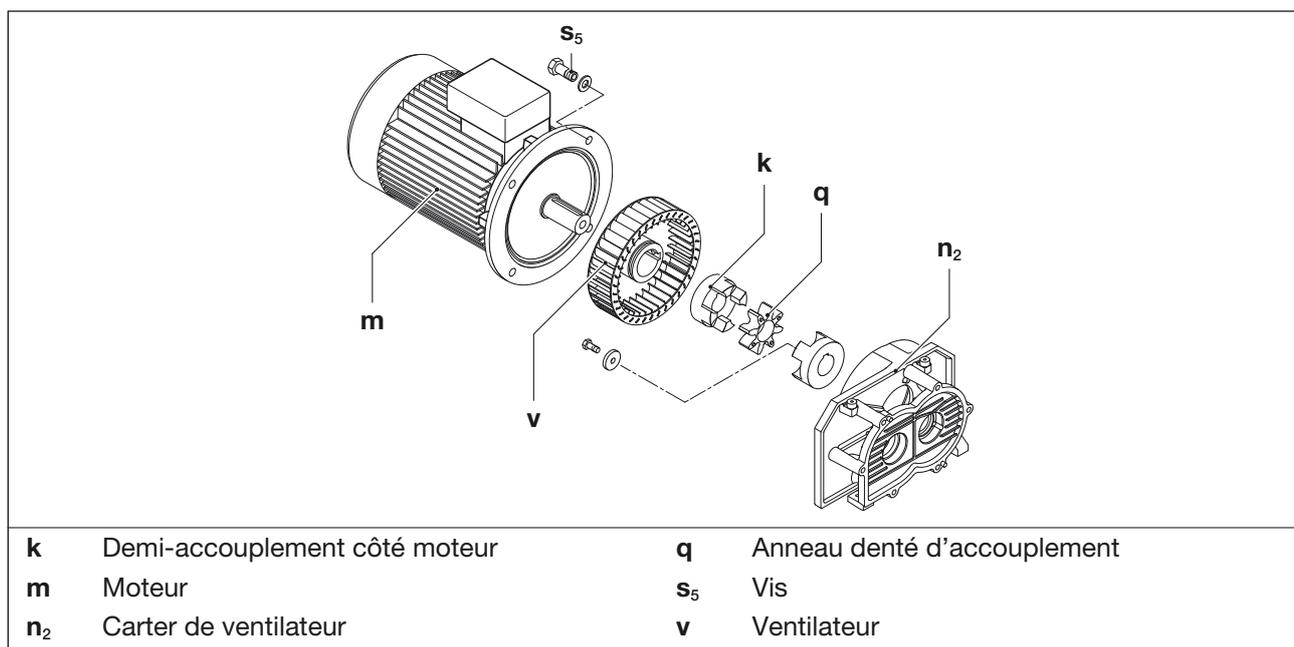

Fig. 8 Accouplement
L'anneau denté d'accouplement (Fig. 8/q) est sujet à l'usure et doit être contrôlé régulièrement (au moins 1 fois par an). De temps en temps, il faut également contrôler le ventilateur (Fig. 8/v) et vérifier s'il présente des dommages.
- b) Attachez le moteur (Fig. 8/m) aux boulons à œil à l'aide de l'outil de levage. S'il n'y a pas d'anneau de levage, attachez le moteur à l'aide d'élingues rondes.
- c) Desserrez les vis (Fig. 8/s5) sur la bride du moteur et extrayez le moteur avec son demi-accouplement côté moteur (Fig. 8/k) du carter du ventilateur (Fig. 8/n2) en tirant dans le sens axial.
- d) Contrôlez l'anneau denté (Fig. 8/q). Si l'anneau denté est endommagé ou usé, remplacez-le.
- e) Contrôlez le ventilateur (Fig. 8/v) et si nécessaire remplacez-le.
- f) Remontez l'anneau denté et le moteur avec le demi-accouplement côté moteur dans le sens axial et fixez à l'aide des vis (Fig. 8/s5) sur la bride moteur. Couple de serrage : 84 Nm